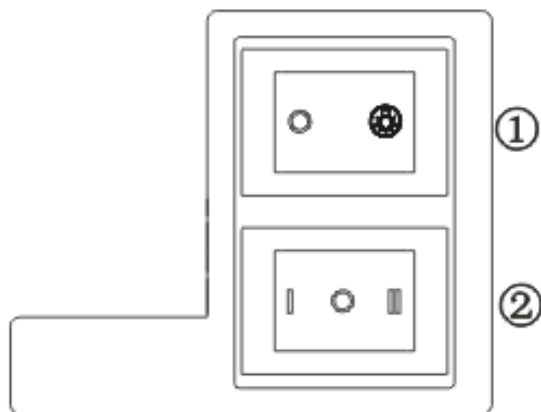

Рис. 4
4.2 Клавиша ① (рис. 4) “” : включение и выключение света.
4.3 Клавиша ② (рис.4) “Г”, ”П” : включение первой и второй скорости мотора вытяжки. В положении клавиши “0” мотор выключится.